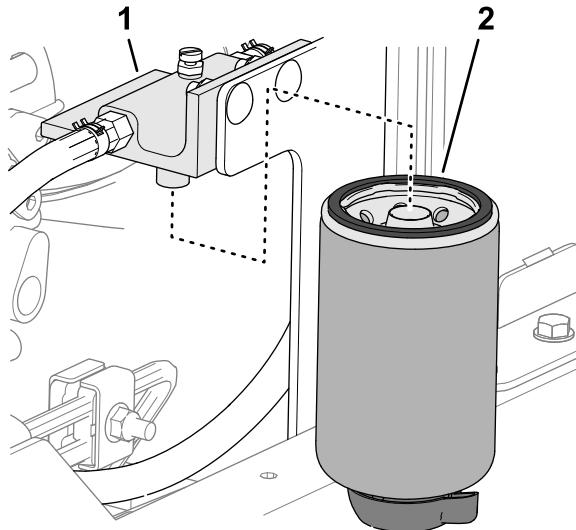

Bild 116
2. Reinigen Sie den Filterkopf und die Filterglocke (Bild 116).